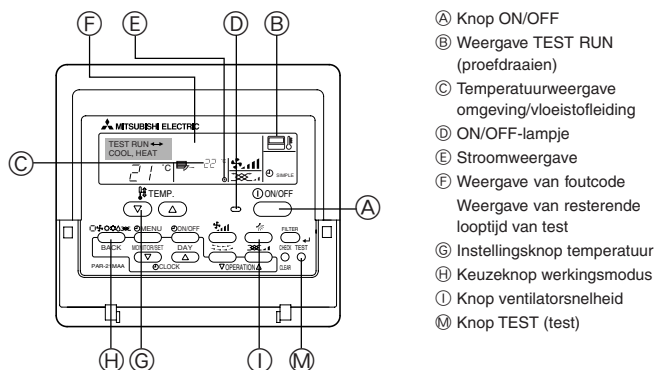

Fig. 7-1
7.2.1. Afstandsbediening met draad (Fig. 7-1)